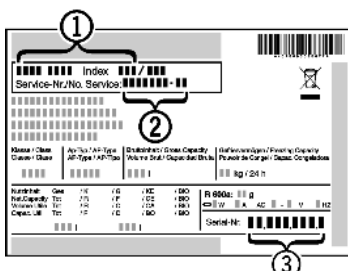

Fig. 20
- ▶ Prietaiso pavadinimas Fig. 20 (1), techninio aptarnavimo Nr. Fig. 20 (2) ir serijos Nr. Fig. 20 (3) užrašyti duomenų skydelyje. Duomenų skydelis yra prietaiso viduje, kairiajame šone.
- ▶ Susiekite su techninio aptarnavimo skyriumi ir praneškite apie gedimą, taip pat pasakykite prietaiso pavadinimą Fig. 20 (1), techninio aptarnavimo Nr. Fig. 20 (2) ir serijos Nr. Fig. 20 (3).